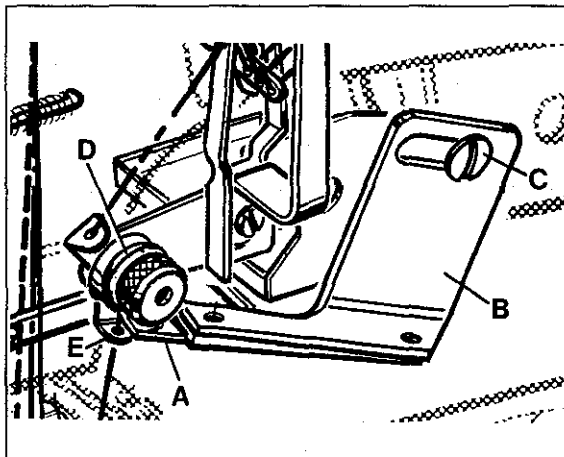

Fig. 64
The sliding piston (A, Fig. 64) (not the hole in the piston) of the pneumatic pull-off for the top cover thread should pull-off so much thread that the thread is loose before it is clamped and cut. When sewing starts again, the spreader must catch the thread latest on the second stitch.
After loosening screw (C, Fig. 64) set the bracket with the air cylinder (B) so that the sliding piston (A) of the cylinder passes through freely between tension discs (D) and thread guide (E) (see Fig. 64).
Der Schiebepiston (A, Fig. 64) (nicht die Bohrung im Kolben) des pneumatischen Abzugs für den Oberlegfaden soll soviel Faden abziehen, daß der Faden lose liegt bevor er geklemmt und abgeschnitten wird. Bei Nähbeginn muß der Faden spätestens beim zweiten Stich vom Leger mitgenommen werden.
Stellen Sie nach Lösen der Schraube (C, Fig. 64) den Halter mit dem Luftzylinder (B) so, daß der Schiebepiston (A) des Zylinders frei zwischen den Fadenspannungsscheiben (D) und der Fadenführung (E) durchgeht (siehe Fig. 64).